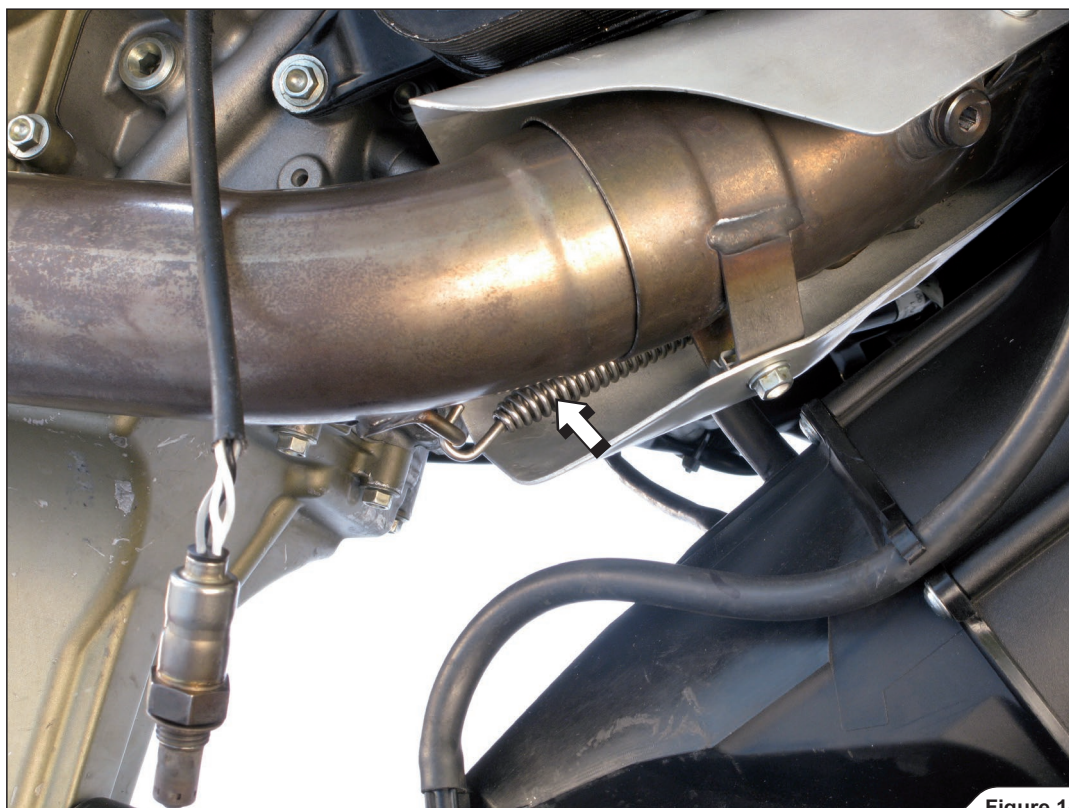

Figure 14
10. Décrocher le ressort indiqué du collecteur avant (Figure 14).
10. Die angegebene Feder des vorderen Krümmers aushaken (Figure 14).